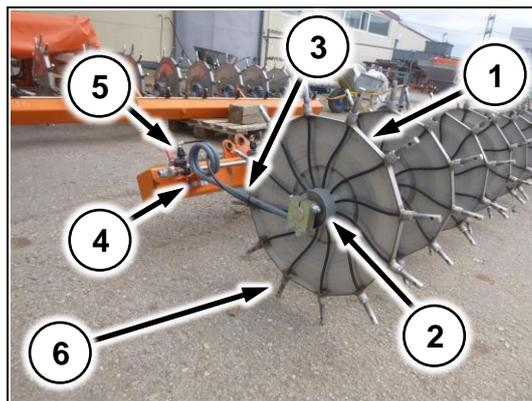

Рис. 149
Диск мультиинжектора (Рис. 149/1) устанавливается на ступицу (Рис. 149/2). Ступица крепится к консоли мультиинжектора через пружину (Рис. 149/3). Пружина фиксируется замком (Рис. 149/4). Подача жидкости на иглы (Рис. 149/6) осуществляется через форсунки (Рис. 149/5)
Упор устанавливается на каждую пружину (Рис. 150/1). Предназначен для предотвращения вылета пружины из замка (Рис. 149/4)
1. Ослабьте два болта крепления пружины (Рис. 149/4)